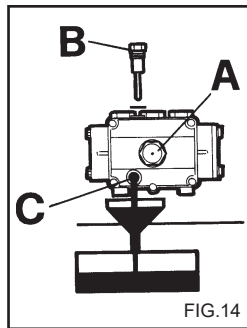

FIG. 14
- 1) Skru aftapningsproppen, under pumpen, af (fig. 14 C).
- 2) Skru proppen af ved hjælp af oliepinden (fig. 14).